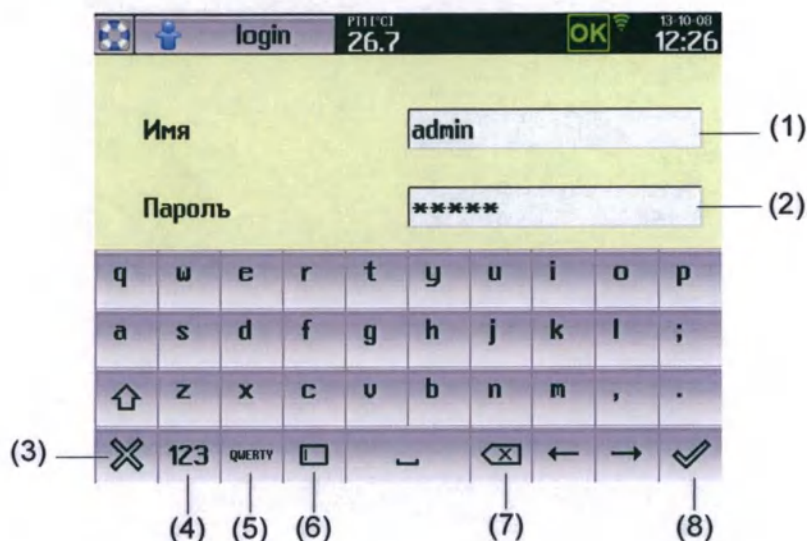

рис. 14
- ❖ При вводе данного логина в русской версии необходимо использовать клавиатуру *qwerty*, см. рис. 14.